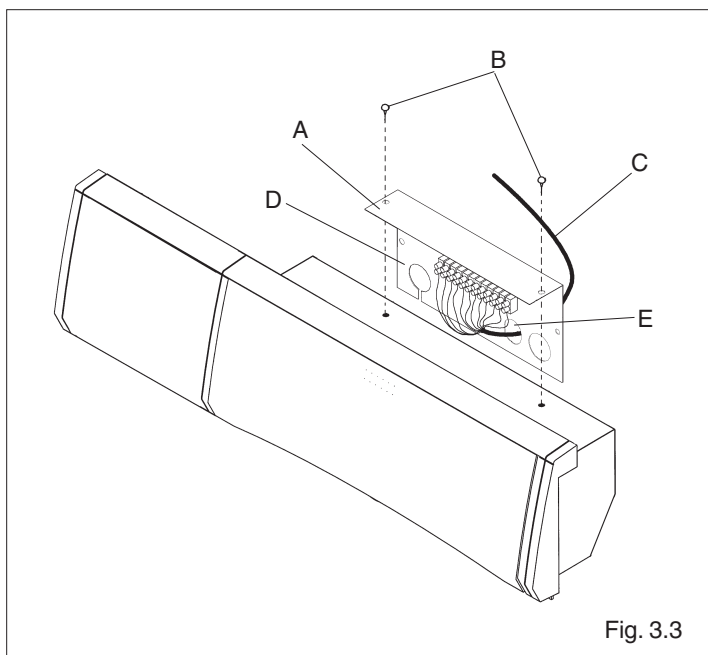

Fig. 3.3
- liberare il porta morsetteria (A) del pannello di comando del bollitore allentando e rimuovendo le viti di fissaggio (B) (fig. 3.3)
- collegare un cavo a 5 poli (C) (sez. minima 0,75 mm² con doppio isolamento) alla morsetteria (D) del pannello di comando (fig. 3.3), curando di farlo passare dalla parte posteriore del bollitore e all'interno di uno dei passacavi (E) presenti sul porta morsetteria (A)